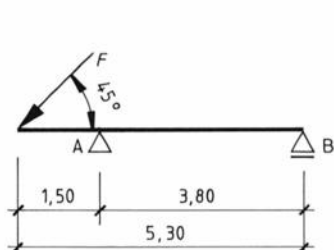

Bild 184/5: Kragträger mit schräg angreifender Einzellast
- 11 Die Einzellast F und die Streckenlast q belasten einen Träger (**Bild 184/1**). Welche Kräfte treten bei den Auflagern A und B auf?